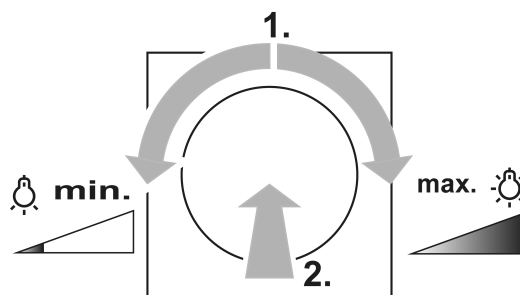

Bild 2: Einschalten mit minimaler oder maximaler Helligkeit
- Einstellknopf um eine viertel Drehung drehen, dann Einstellknopf kurz drücken: Licht schaltet mit minimaler Helligkeit oder maximaler Helligkeit ein (Bild 2).